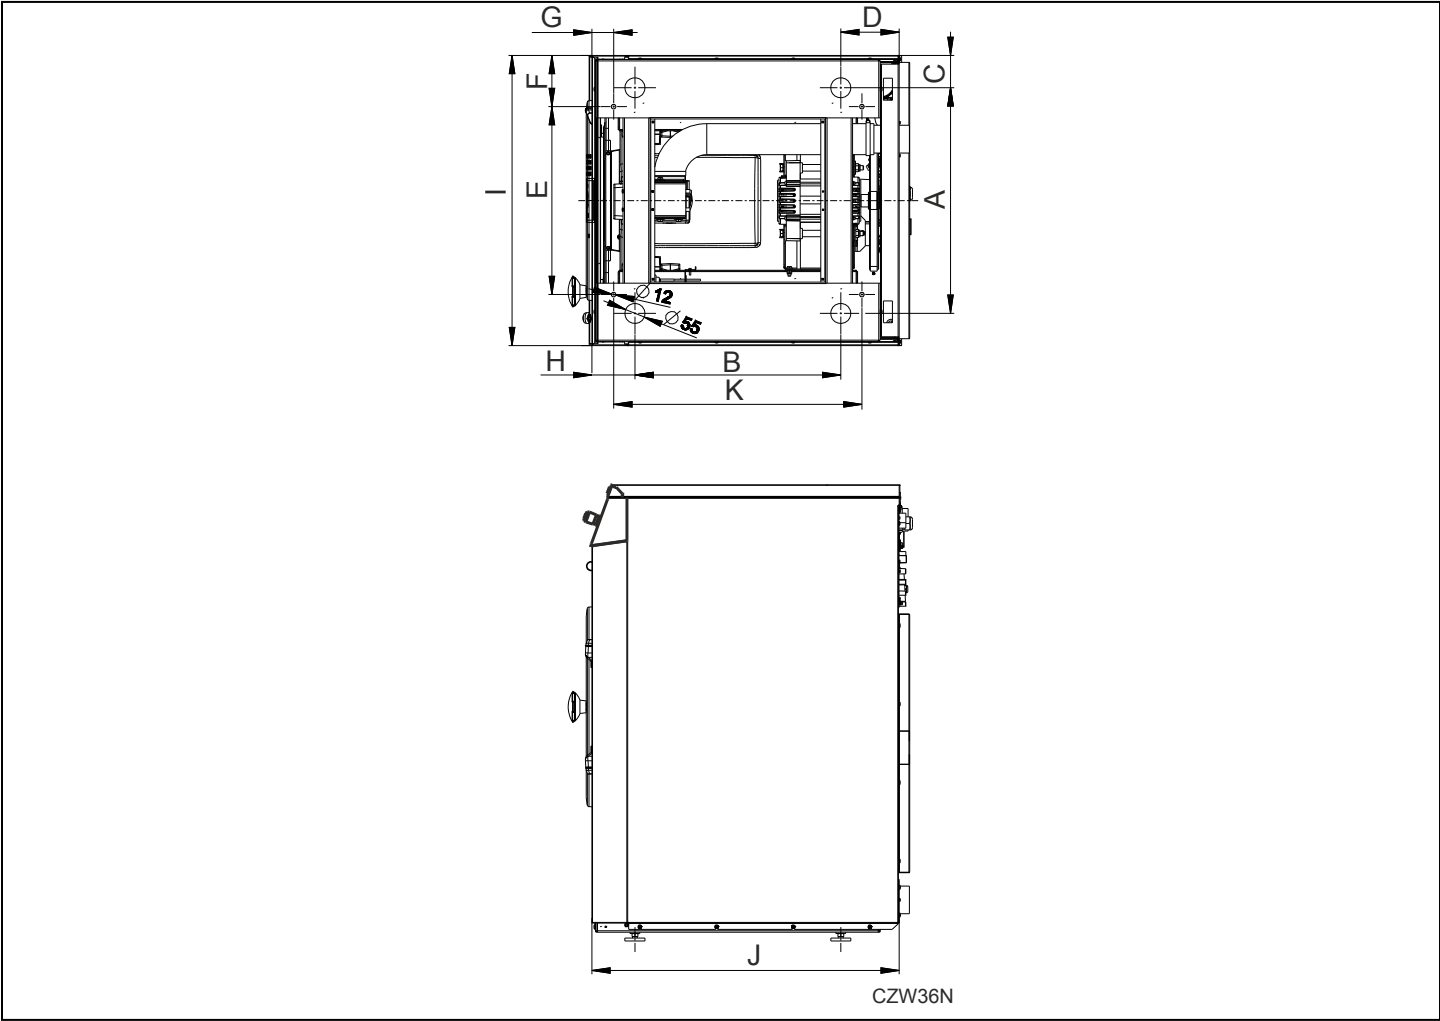

Рис. 6
1. Просверлите 2 отверстия под анкерные болты (см. Рис. 6). Диаметр отверстия в основании машины равен 12 мм.